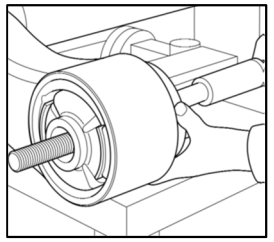

Fig.9
11. Premere l'utensile FBT "C" contro la boccola perno e inserire la barra filettata "G". Inserire la rondella "H" e il dado "A" sulla barra di trazione e fissare a FBT "C" (Fig. 9).